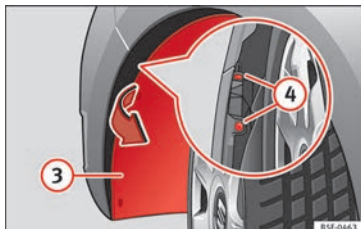

Bild 113 Dimljus: åtkomst till kontaktstycket och till glödlampshållaren.
- Dra i hjulhuset ③ » bild 113 för att komma åt de 2 dolda skruvarna ④ » bild 113 på stötfångaren.